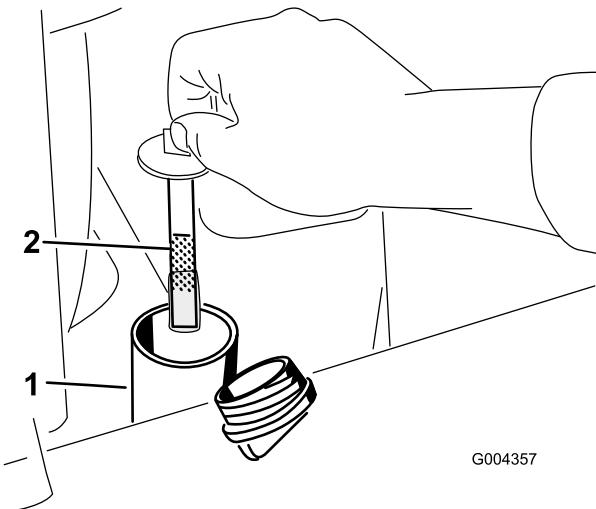

Рисунок 19
- Снимите крышку с горловины заливного отверстия и проверьте уровень гидравлической жидкости с помощью щупа (Рисунок 19).